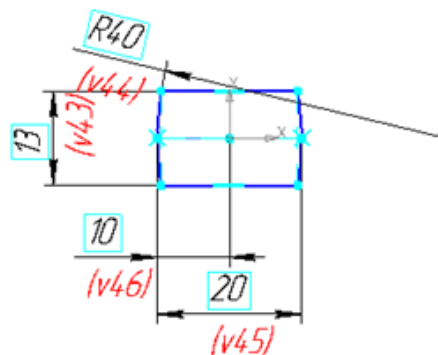

Рис. 11.10. Эскиз7
9. Выберите Плоскость 7, войдите в режим создания эскиза, постройте **эскиз 8** согласно рис. 11.10.